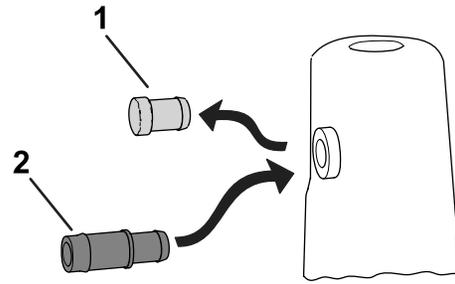

Bild 4
- Entfernen Sie den Blindstopfen vom Hydraulikbehälter (falls vorhanden), siehe **Bild 4**.